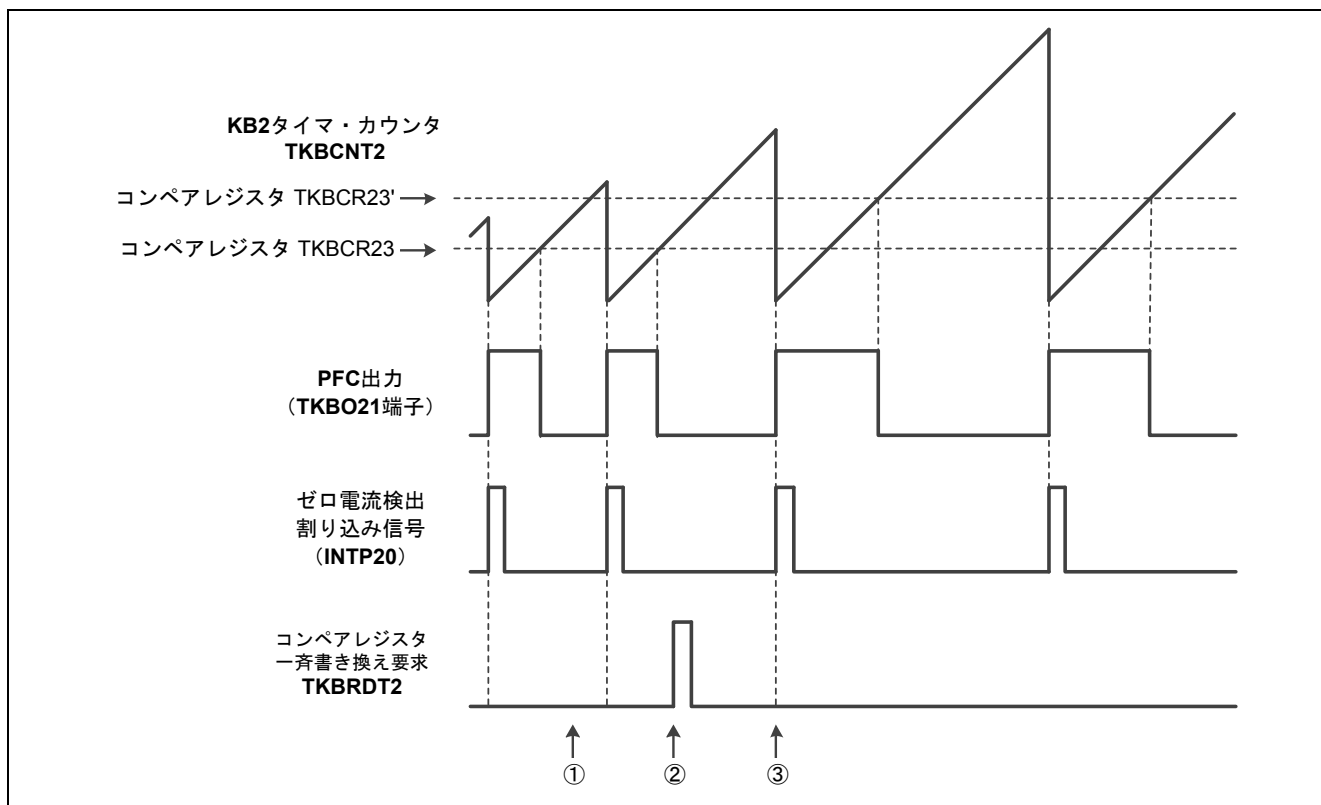

図 8 負荷が変化する場合の PFC 制御波形
LED の調光／点灯／消灯時など，負荷が変化する際の PFC 制御波形を図 8 に示します。ここで，LED 照明は RL78/I1A マイクロコントローラにより制御するので，負荷が変化するタイミングやどの程度負荷が変化するかを予測することが可能です。したがって，調光により大きく負荷が変化する場合においても，同時にその調光に合わせた PFC 出力を行うこと，すなわち予見制御が可能であり，PFC 出力電圧の揺れを抑えることができます。
- ① PFC 出力の ON 時間（図 8 の TKBCR23）を負荷に応じた値（図 8 の TKBCR23'）に増減させる。
- ② ①の更新を実際の出力に反映するため，トリガ・レジスタ 2（TKBTRG2）の bit0（TKBRDT2）に 1 を書き込み、コンペアレジスタ一斉書き換え要求を行う。
- ③ 次のゼロ電流検出割り込み発生時に PFC 出力の ON 時間が更新される。